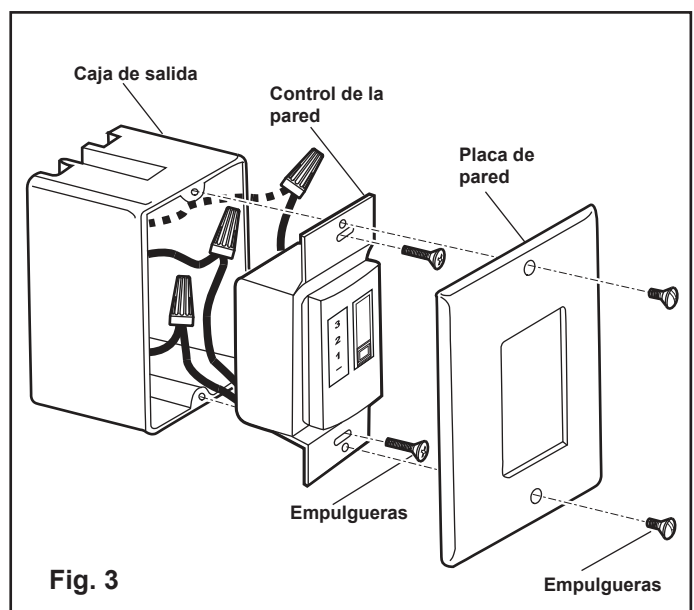

Fig. 3
3. Attach the control to the outlet (wall) box and secure with 2 outlet box screws (Figure 3).
4. Attach the wall plate over the wall control and secure with the two screws provided (Figure 3).
3. Fixez la commande à la boîte de sortie (murale) et fixez-la avec 2 vis de boîte de sortie (Figure 3).
4. Fixez la plaque murale sur la commande murale et fixez-la avec les deux vis fournies (Figure 3)